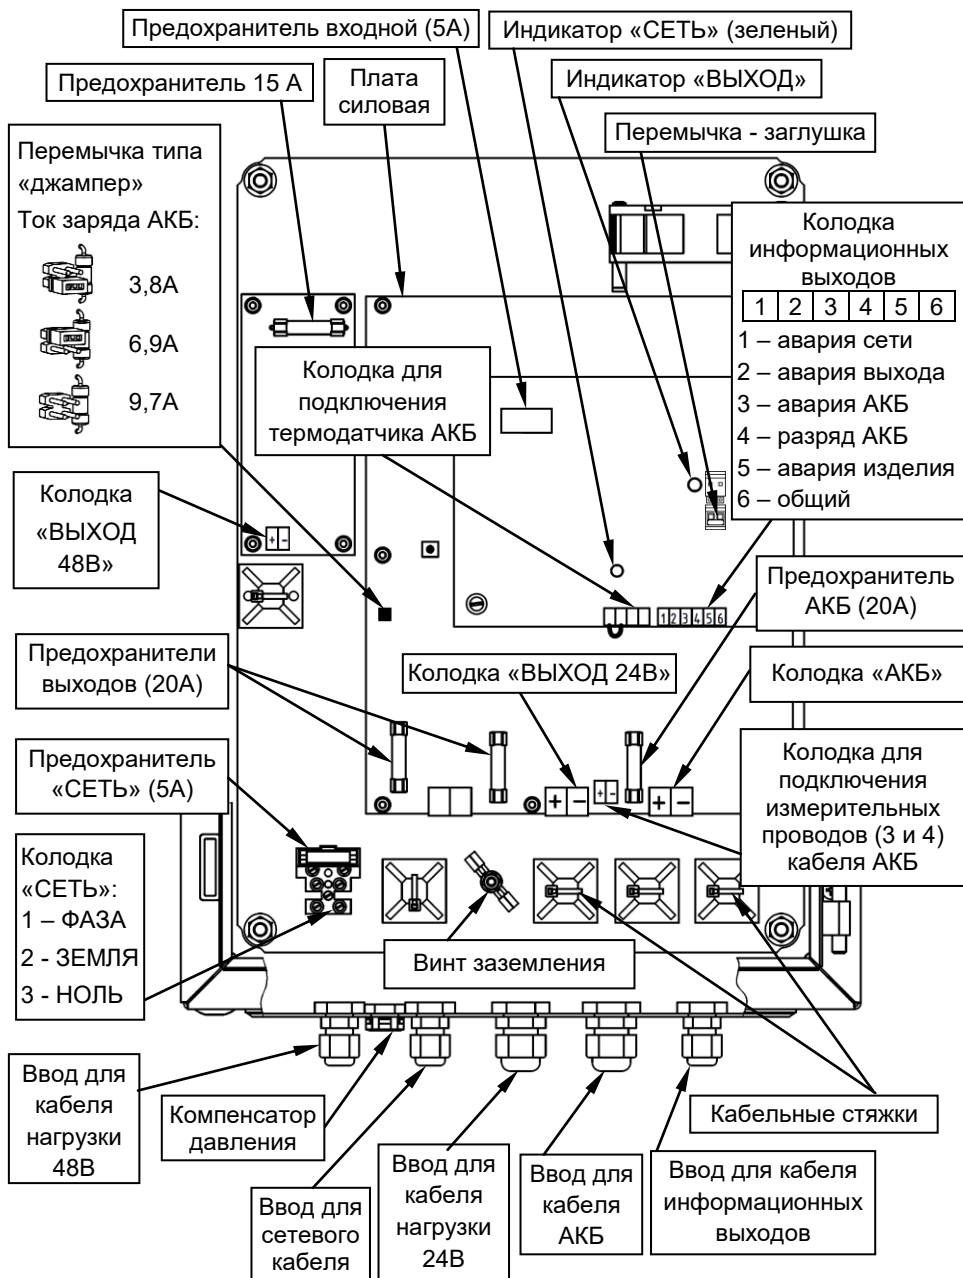

Рисунок 2 - вид изделия с открытой дверцей
Подвод проводов сетевого питания, выходной нагрузки и АКБ осуществляется через герметичные кабельные вводы, установленные на нижней стенке корпуса (см. рисунок 2). При открытой дверце осуществляется доступ к печатным платам изделия и расположенным на них предохранителям, перемычкам, клеммным колодкам и индикаторам «СЕТЬ» (зеленого цвета) и «ВЫХОД 24В» (красного цвета).
Изделие обеспечивает ограничение тока заряда АКБ. Выбор одного из трех значений ограничения тока заряда АКБ осуществляется установкой/удалением соответствующей перемычки типа «джампер» (см. рисунок 2) в соответствии с рекомендациями таблицы 2.
Схемой источника предусмотрен разъем, контакты которого замкнуты предустановленной перемычкой-заглушкой (заводская установка). Разъем расположен на плате управления (см. рисунок 2) и предназначен для подключения внешнего управляющего контакта «ВЫХОД» (например: контакт внешнего реле, кнопки или тумблера).
Подключение внешних цепей к изделию в соответствии с назначением клемм подключения (см рисунок 2) следует выполнять в следующей последовательности:
- провод заземления подключить к клемме 2 (ЗЕМЛЯ) на колодке «СЕТЬ» (см. рисунок 2);
- установить перемычками требуемое значение ограничения тока заряда АКБ (см. рисунок 2 и таблицу 2);
- проверить наличие и исправность предохранителей, расположенных на плате силовой и плате управления (см. рисунок 2);
- подключить с соблюдением полярности к клеммам колодок «ВЫХОД 24В» и «ВЫХОД 48В» кабели питания нагрузок (см. рисунок 2);